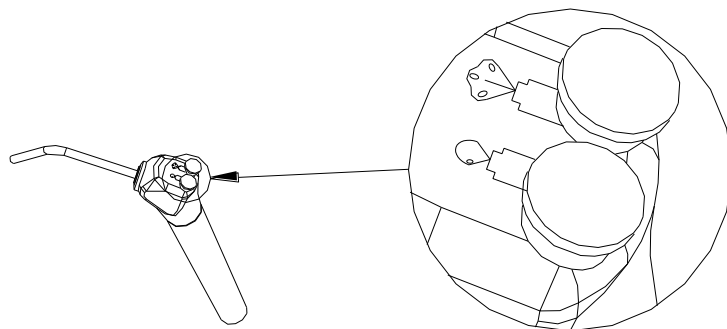

Рис. 17
Шаг 2: Включите переключатель “②” на “ОТКРЫТЬ” для изменения источника подачи воды в резервуар воды (Рис. 17).
**Внимание:** при использовании водопроводной воды для подачи на модуль врача, убедитесь, что переключатель «1» находится в выбранной позиции! При переключении № «2», как на Рис. 17, с положения “ОТКРЫТЬ” в положение “ЗАКРЫТЬ” нормальным явлением будет выход воздуха!